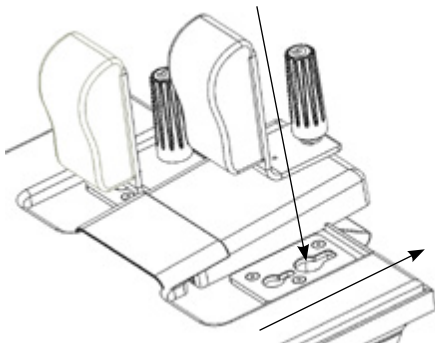

Abbildung 1
1. An der Unterseite der Schulterstützenhalterungen befinden sich vorstehende Stifte. Diese passen in die Platte und sichern die Schulterstütze. Senken Sie die Schulterstütze so ab, dass die Bolzen in die Schlüssellocher der Platte am Schlitten passen. Schieben Sie die Schulterstütze vom Schlittenpolster weg, bis sie stoppt. Siehe Abbildung 1.